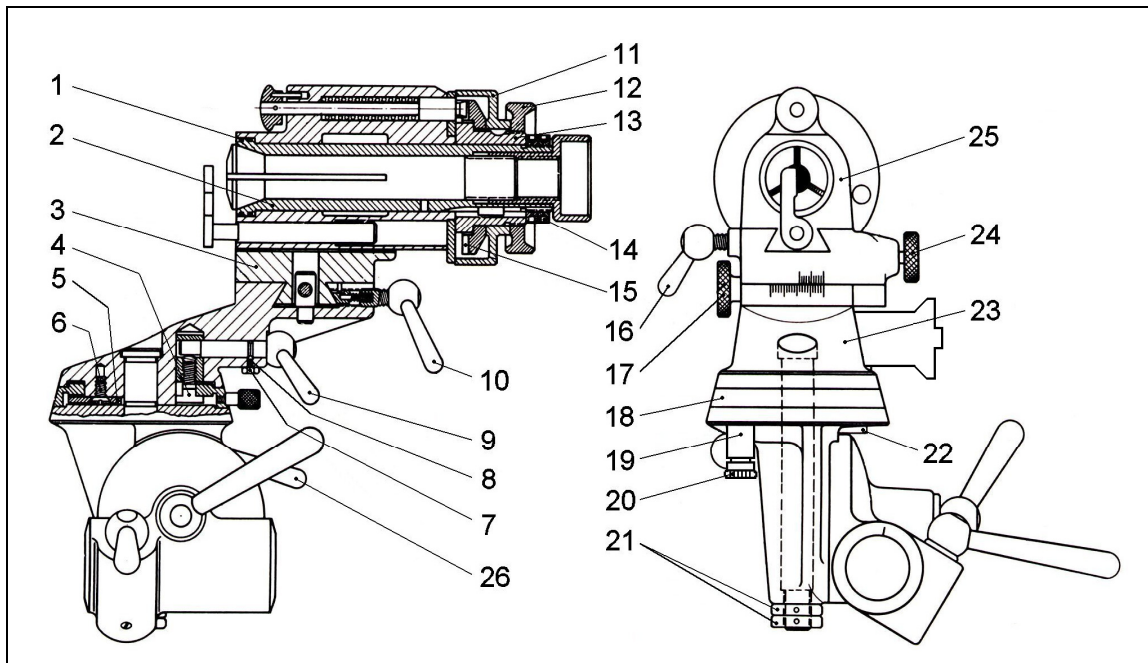

Bild 6-2 Teilkopfträger
1. Kordelmutter (Bild 6-2 Pos.12), Skalenscheibe (Bild 6-2 Pos.11) und Teilscheibe (Bild 6-2 Pos.15) abmontieren.
2. Nutmuttern (Bild 6-2 Pos.14) lösen, Büchse (Bild 6-2 Pos.13) und Zangenhülse (Bild 6-2 Pos.2) herausziehen, Filzring (Bild 6-2 Pos.1) an der Zangenhülse (Bild 6-2 Pos.2) entfernen.
3. Die freigelegten Flächen im Teilkopfschlitten (Bild 6-2 Pos.25) reinigen.
4. Zangenhülse (Bild 6-2 Pos.2) reinigen und Filzring (Bild 6-2 Pos.1) bei Bedarf erneuern.
5. Vor dem Wiedereinbau der Zangenhülse (Bild 6-2 Pos.2) die ringförmige Schmiernut (vorderhalb der Nut für den Filzring [Bild 6-2 Pos.1]) mit Öl füllen.
1. Knebel (Bild 6-2 Pos.16) lösen, Druckschraube (Bild 6-2 Pos.24) herausschrauben und Teilkopfschlitten (Bild 6-2 Pos.25) abnehmen.
2. Die Führungsflächen des Teilkopfschlittens (Bild 6-2 Pos.25) reinigen und so geringfügig einölen, daß ein leichter Ölfilm entsteht.
3. Der Querschlitten (Bild 6-2 Pos.3) läßt sich nicht abnehmen. Er ist nach Lösen des Knebels (Bild 6-2 Pos.10) mit Hilfe der Kordelschraube (Bild 6-2 Pos.17) abwechselnd nach beiden Seiten zu bewegen. Die Führungsflächen ebenfalls reinigen und so geringfügig einölen, daß ein leichter Ölfilm entsteht.
4. Den Teilkopfschlitten (Bild 6-2 Pos.25) wieder anbauen.
1. Kreuzlochmuttern (Bild 6-2 Pos.21) herausschrauben.
2. Knebel (Bild 6-2 Pos.26) lösen und Schwenkarm (Bild 6-2 Pos.23) mit Teilkopf abnehmen.
4. Schwenkarm mit Teilkopf (Bild 6-2 Pos.23) wieder anbauen.
Sollte nach längerem Gebrauch der Skalenring (Bild 6-2 Pos.18) durch den Knebel (Bild 6-2 Pos.9) nicht mehr festzustellen sein, so ist ein Nachstellen der Anzugsschraube (Bild 6-2 Pos.4) notwendig.
1. Kreuzlochmutter (Bild 6-2 Pos.21) herausschrauben.
2. Senkschraube (Bild 6-2 Pos.6) lösen und Anschlagleiste (Bild 6-2 Pos.5) entfernen.
3. Nach Lösen von Sechskantmutter (Bild 6-2 Pos.7) und Gewindestift (Bild 6-2 Pos.8) den Exzenterhebel (Bild 6-2 Pos.9) herausziehen.
4. Skalenring (Bild 6-2 Pos.18) abheben und die Anzugsschraube (Bild 6-2 Pos.4) mit Mutter herausziehen.
5. Die Anzugsschraube (Bild 6-2 Pos.4) um 180° zur Mutter versetzen, d.h. den Abstand verringern.
1. Durch Verdrehen der Exzenterbüchse (Bild 6-2 Pos.19) -Rändelknopf eingerastet- wird die Nullstellung des Schwenkarms (Bild 6-2 Pos.23) korrigiert.
2. Durch Verdrehen des Exzenterstiftes (Bild 6-2 Pos.22) wird die 90° - Schwenkbewegung eingestellt.